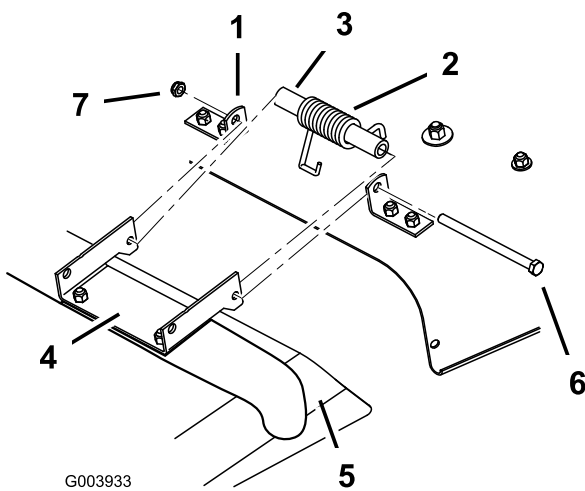

Figure 51
- Retirez le contre-écrou, le boulon et le ressort qui fixent le déflecteur aux supports du plateau de coupe (Figure 51). Enlevez le déflecteur s'il est endommagé ou usé.
- Placez les ressorts dans les supports du plateau de coupe, les extrémités crochues engagées sur la partie arrière surélevée (Figure 51).
- Placez le déflecteur d'herbe en face des trous des supports et des extrémités droites des ressorts dans l'espace sous la charnière et au-dessus du déflecteur (Figure 51).